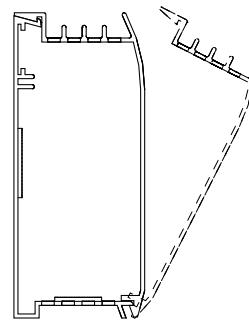

Fig. 5
- Antes de energizar, verifique que la cubierta delantera está asegurada apropiadamente sobre la carcasa trasera a lo largo de todo el calefactor, vea la Fig. 5. No ponga en funcionamiento el calefactor sin la cubierta delantera instalada.
10. Coloque nuevamente la cubierta delantera enganchando el borde delantero inferior de la cubierta delantera sobre el borde delantero inferior de la carcasa y empujando la cubierta hacia atrás en línea recta para enganchar el borde trasero superior de la carcasa con el borde trasero superior de la cubierta delantera. Vea la Fig. 5.
- Coloque nuevamente las cubiertas delanteras siguiendo el Paso 10 de la **Instalación de unidad sola**, (vea la Fig. 5.)
- Coloque nuevamente la cubierta delantera según se muestra en la Fig. 5 verificando que quede asegurada en posición a todo lo largo del calefactor. Restaure la energía hacia el calefactor y verifique que está funcionando apropiadamente.